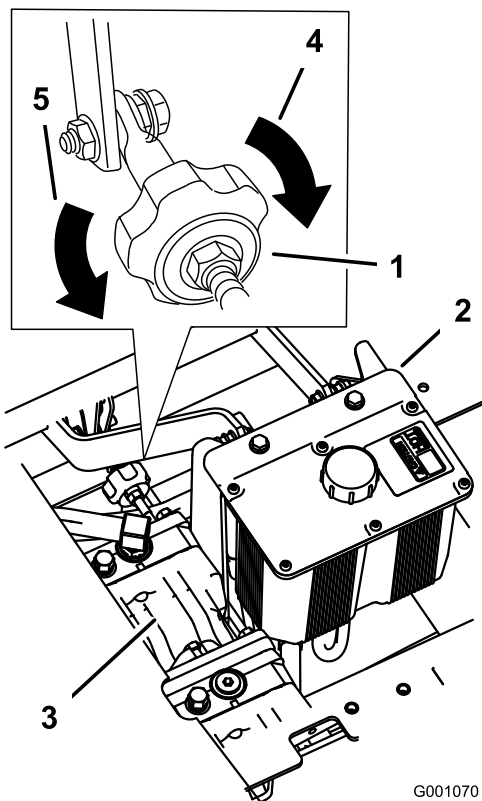

Figure 77
2. Réglez la longueur de la tige de pompe en tournant le bouton dans le sens voulu, jusqu'à ce que la roue soit immobilisée ou tourne légèrement en marche arrière (Figure 77).